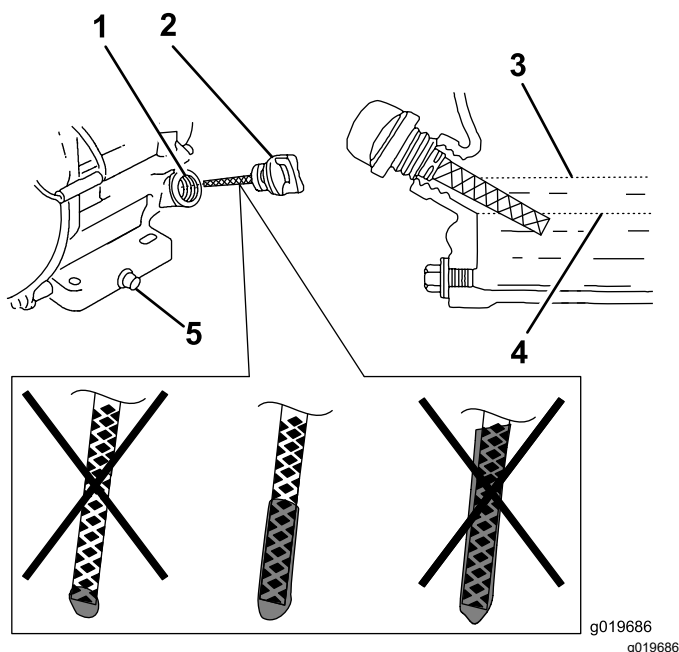

Bild 30
6. Nehmen Sie den Peilstab heraus und prüfen Sie den Motorölstand (Bild 30).